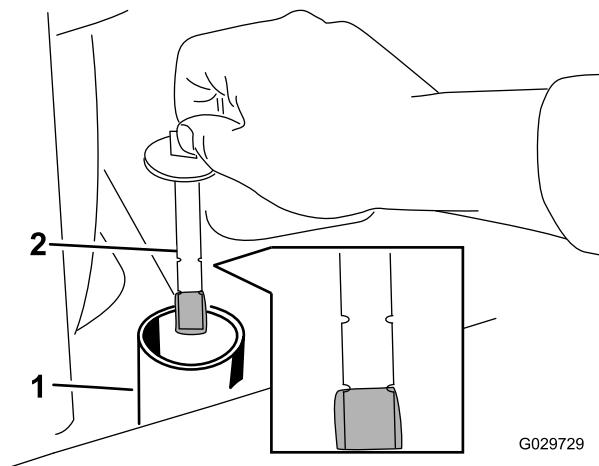

Figura 70
8. Rimuovete il tappo del collo del bocchettone e controllate il livello del fluido sull'asta di livello (Figura 70).